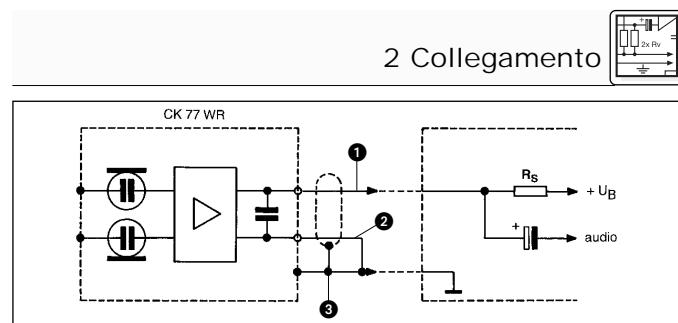

Fig. 2: Schema circuitale del CK 77 WR
- Vedi fig. 2. 2. Verificate il tipo di connettore da usare e saldate il connettore al cavo microfonico.